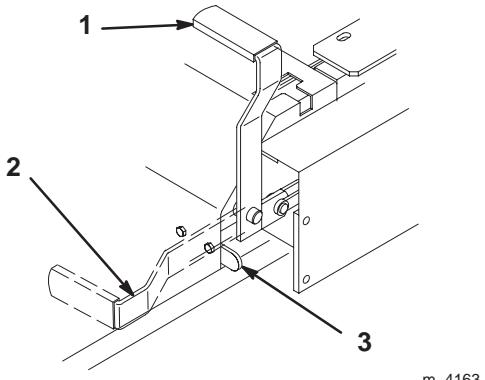

Figure 13
2. Tirez le frein de stationnement en arrière et vers le haut pour le serrer (Fig. 13). Une fois serré, le frein de stationnement ne doit plus bouger.
1. Poussez le levier du frein de stationnement vers l'avant et vers le bas (Fig. 13) afin de le desserrer. Le frein de stationnement est desserré et le levier est en appui contre la butée de frein.